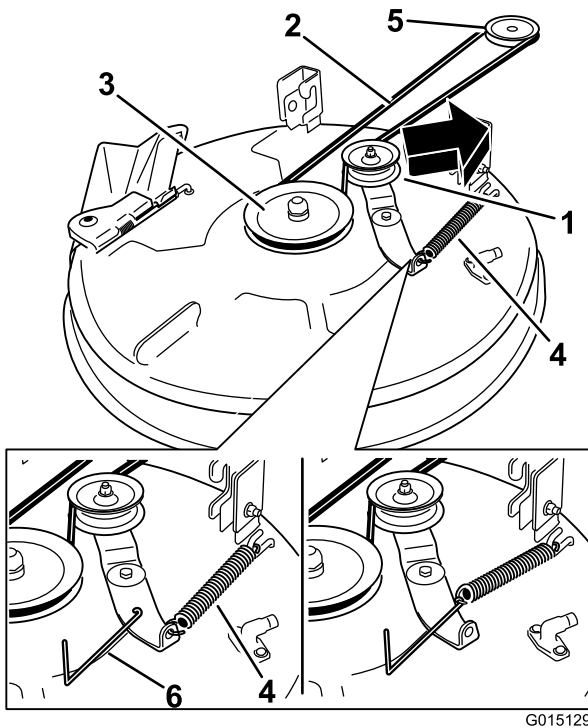

Figura 56
4. Usando una herramienta para la retirada de muelles (Pieza Toro N° 92-5771), retire el muelle tensor del gancho de la carcasa para eliminar la tensión de la polea tensora, y retire la correa de las poleas (Figura 56).
5. Pase la correa nueva alrededor de las poleas del motor y del cortacésped (Figura 56).
6. Usando una herramienta para la retirada de muelles (Pieza Toro N° 92-5771), instale el muelle tensor sobre el gancho de la carcasa y tense la polea tensora y la correa (Figura 56).